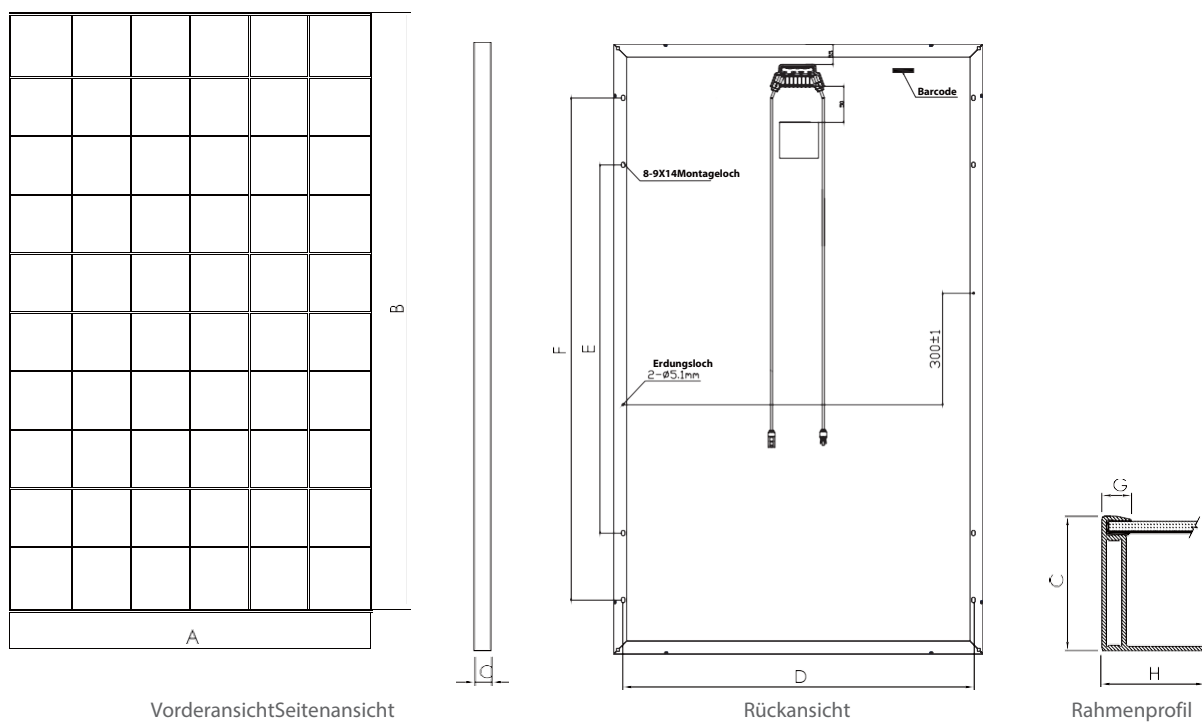

Abbildung 5
- Modulstruktur (wie in Abbildung 5 dargestellt)